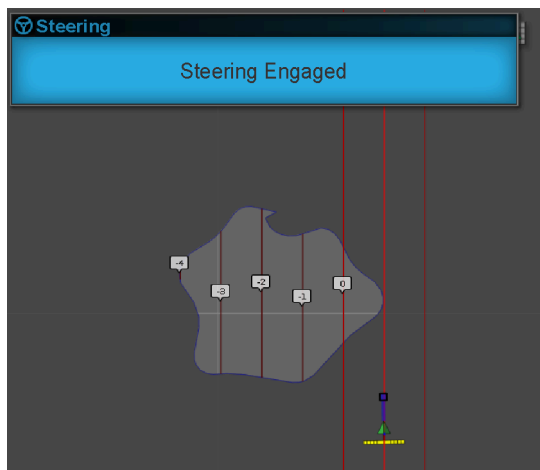

図 3
- ステアリングが作動—ステアリングアシスト機能が作動すると視覚的なアラームが表示されます(図 3).